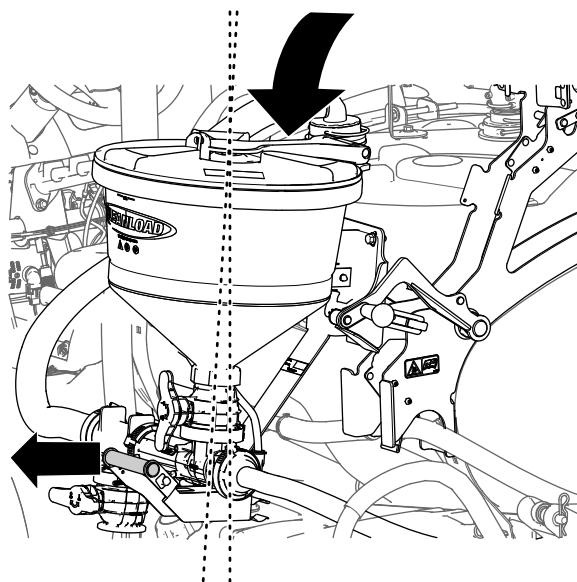

Рисунок 39
4. Полностью опустите эдуктор, удерживая рукоятку эдуктора направленной немного наружу (Рисунок 39).
2. Поднимите эдуктор, удерживая рукоятку эдуктора направленной немного наружу (Рисунок 39).